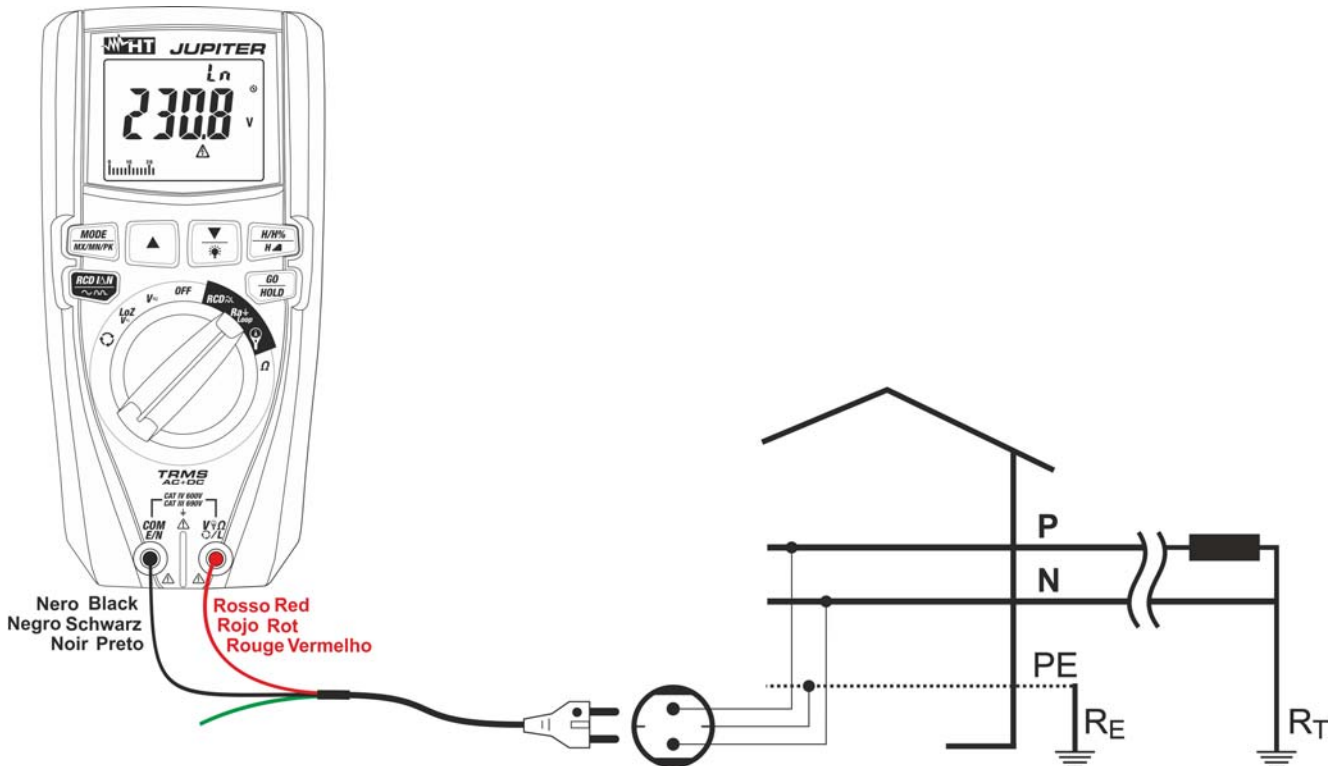

Abb. 25: Verwendung des Geräts zur Messung der Schleifenimpedanz Loop L-N mit Schuko Kabel
7. Zur Messung der Schleifenimpedanz L-N, falls das Kabel mit Schuko Eurostecker benutzt wird, verbinden Sie den roten Leiter mit der Eingangsbuchse  $V_{\Omega} \text{L}$  und den schwarzen Leiter mit der Eingangsbuchse **COM/E/N**, und verbinden Sie das Gerät mit dem zu messenden Kreis (siehe Abb. 25). Der Spannungswert Phase-Neutral erscheint auf dem Display.